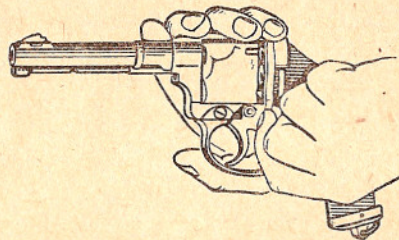

Рис. 34. Как вынуть собачку.
8) **вынуть собачку**, положив револьвер на ладонь левой руки, как показано на рис. 34;